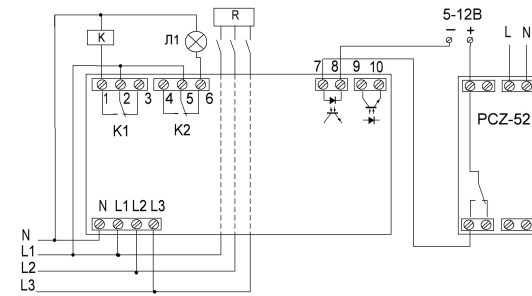

Рис.6 Схема включения со входом отключения функции ограничения мощности.
7. Внешний вход включения/отключения режима ограничения мощности (оговаривается при заказе). При подаче сигнала управления (5 - 12В DC) функция ограничения мощности отключается, остальные функции сохраняются. Электрически изолирован от сети питания ограничителя. Может быть использован в схемах автоматики и диспетчерского контроля для включения функции ограничения мощности на объекте в часы пиковых нагрузок на питающую сеть или же в определенные временные интервалы например, управляться таймером PCZ-521 или аналогичным по его временной программе. Схема включения изображена на рис.6.